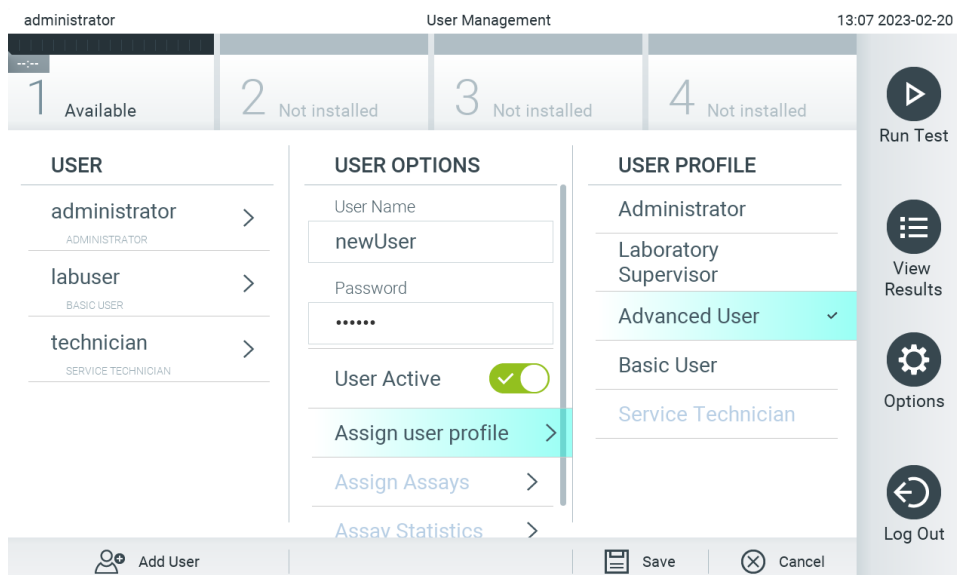

Abbildung 56. Zuweisen eines Benutzerprofils zu einem neuen Benutzer.
4. Drücken Sie auf **Assign User Profile** (Benutzerprofil zuweisen) und weisen Sie dem Benutzer das richtige Benutzerprofil zu (aus der Liste rechts im Inhaltsbereich) (Abbildung 56).